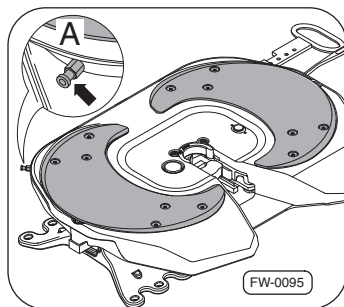

Fig. 21 · Points de lubrification des verrous SK-S 36.20 W/SK-S 36.20 DW
- Bien graisser le verrou depuis le graisseur ⇒ Fig. 21, –flèche A– au bord de la plaque, puis régulièrement **tous les 10 000 km**.
- 1 Bien graisser le verrou depuis le graisseur ⇒ Fig. 21, –flèche A– au bord de la plaque, puis régulièrement **tous les 10 000 km.**